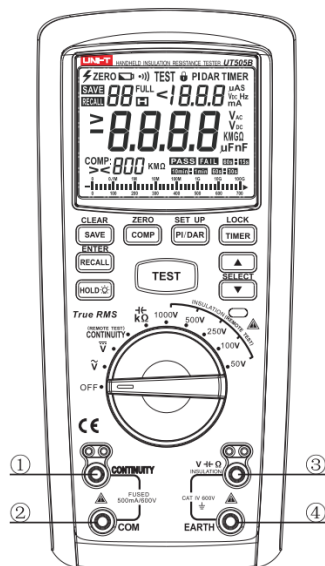

Figura 1
V. ESTRUTURA EXTERNA (FIGURA 1)